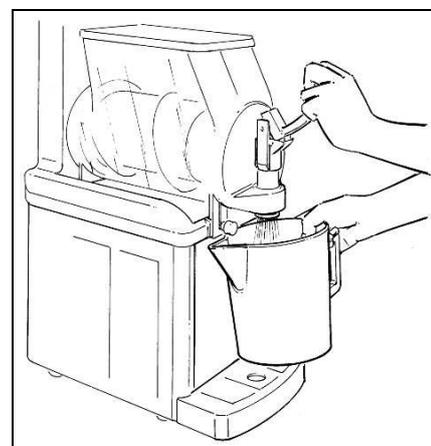

Fig. 4
- **V**aciar la cuba y repetir las mismas operaciones hasta que salga agua clara (fig.4).